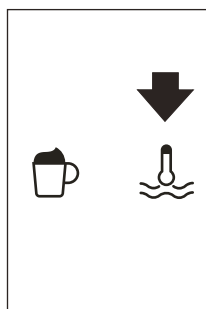

Fig. 27
- Premere l'icona ☹ (B13) (Fig. 27).